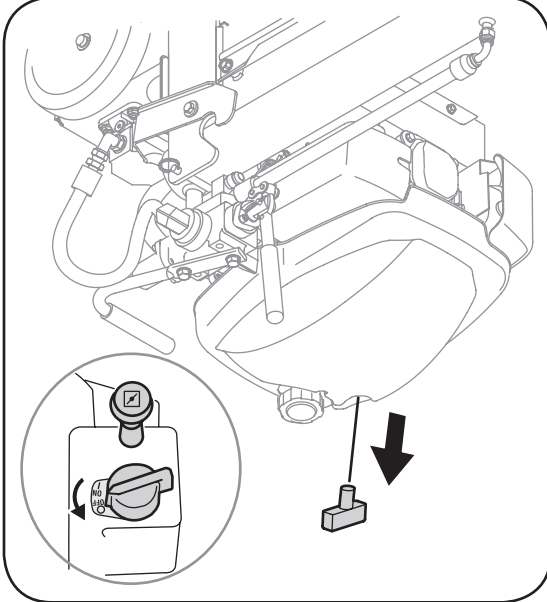

Figure 3-2
7. Vérifiez que le commutateur du moteur se trouve à la position « Arrêt ». Voir la Figure 3-2. Amorcez la pompe hydraulique en tirant à fond sur le démarreur à lancer. Répétez 4 à 6 fois.